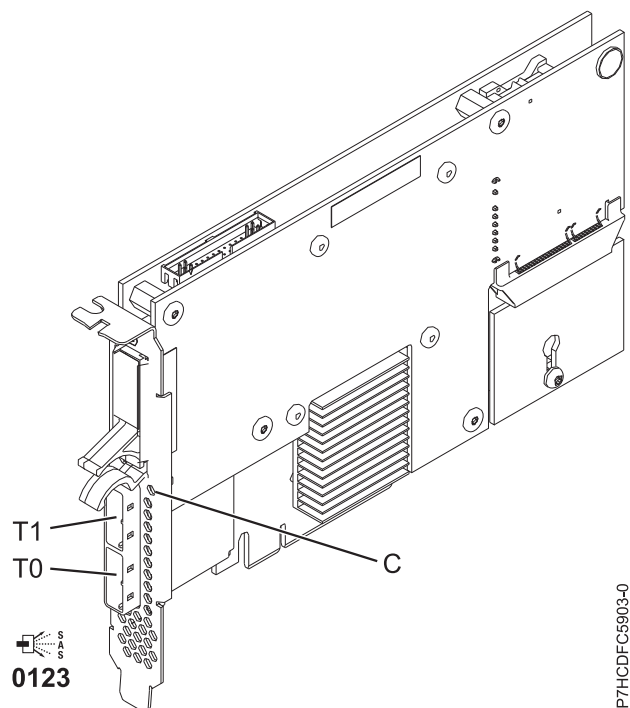

図 39. PCIe デュアル x4 3 Gb SAS RAID アダプター
5805 には、キャッシュ・データが存在する場合に明滅する LED (123 ページの図 39 の (C)) が装備されています。キャッシュ・データ表示 LED は、アダプター上のキャッシュにデータが存在する可能性がある場合に明滅します。キャッシュ・データ表示 LED が明滅している場合は、キャッシュ・バッテリー・パックを取り替えないでください。この LED の明滅中に取り替えると、キャッシュ・データが失われます。このアダプターのキャッシュ・データ表示 LED の場所は、123 ページの図 39 で確認してください。